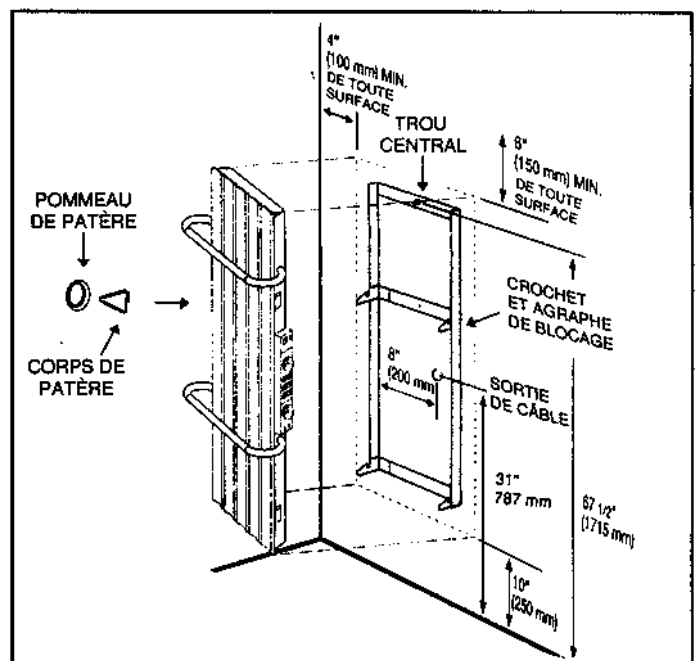

Figure 1
- 3- Vérifier la hauteur d'installation en se référant à la figure 1. L'appareil doit être installé à 10 po. (250 mm) du plancher, les côtés à plus de 4 po. (100 mm) et le dessus à plus de 6 po. (150 mm) de toutes surfaces.
- 3- Maintenir le dossier au mur à l'aide d'un petit clou dans le trou central de la partie supérieure du dossier (fig. 1) à 67 1/2 po. (1715 mm) du plancher. Le dossier se comporte alors comme un fil à plomb et assure la verticalité de l'appareil.
Assembler le pommeau et le corps de la patère en vissant de 1 à 2 tours. Engager le crochet dans l'encoche choisie et fixer en vissant modérément le pommeau (Fig. 1).